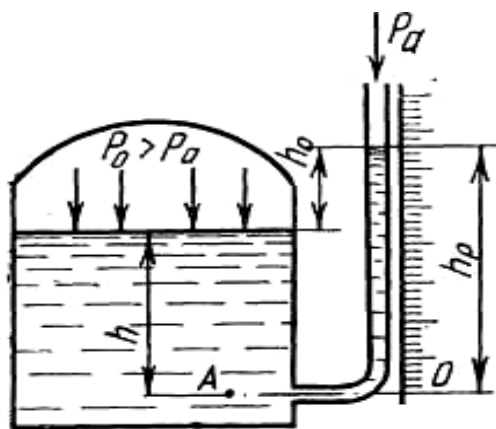

Рисунок 1.2. - Пьезометр
*Жидкостный манометр* (рисунок 1.2) – пьезометр представляет собой стеклянную трубку, нижний конец которой соединен с точкой, где измеряется